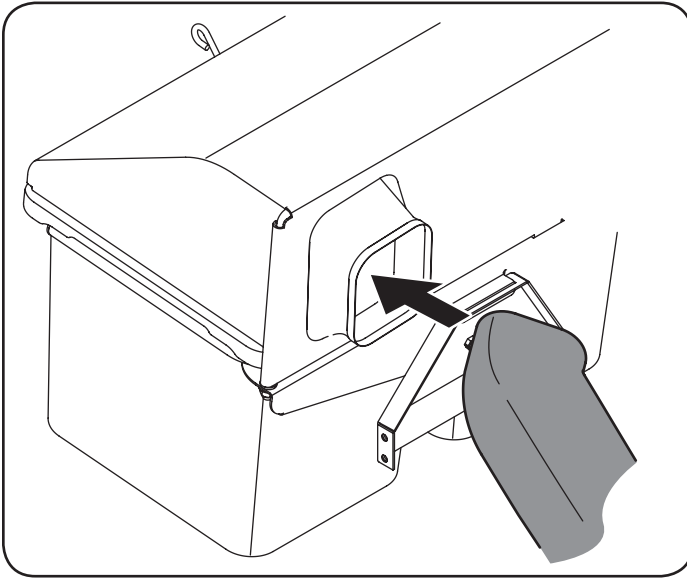

Figure 8
8. Insérez le tube de goulotte à travers le capot du bac à herbe, dans l'ouverture fournie. Il est plus facile d'introduire l'extrémité du tube dans l'ouverture avec le tube de goulotte inversé, puis en le retournant une fois inséré dans le capot. Consultez la Figure 8.